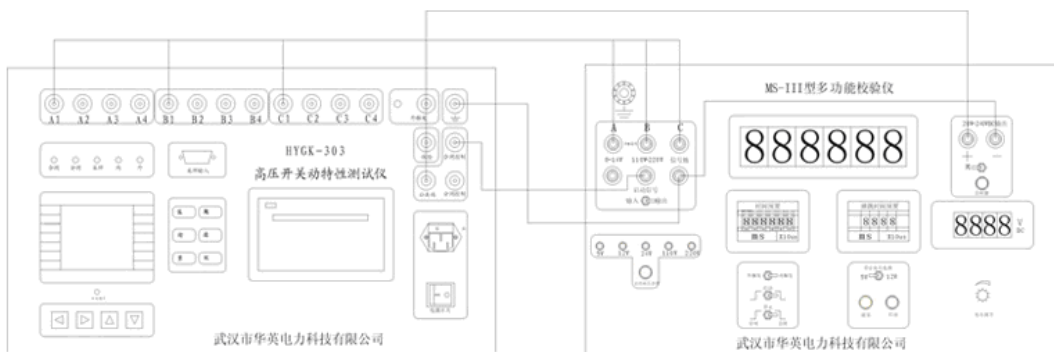

图 3 不带电源主动式测试接线
3. 不带操作电源状态下高压开关测试仪接线图：（主动式如图 3）